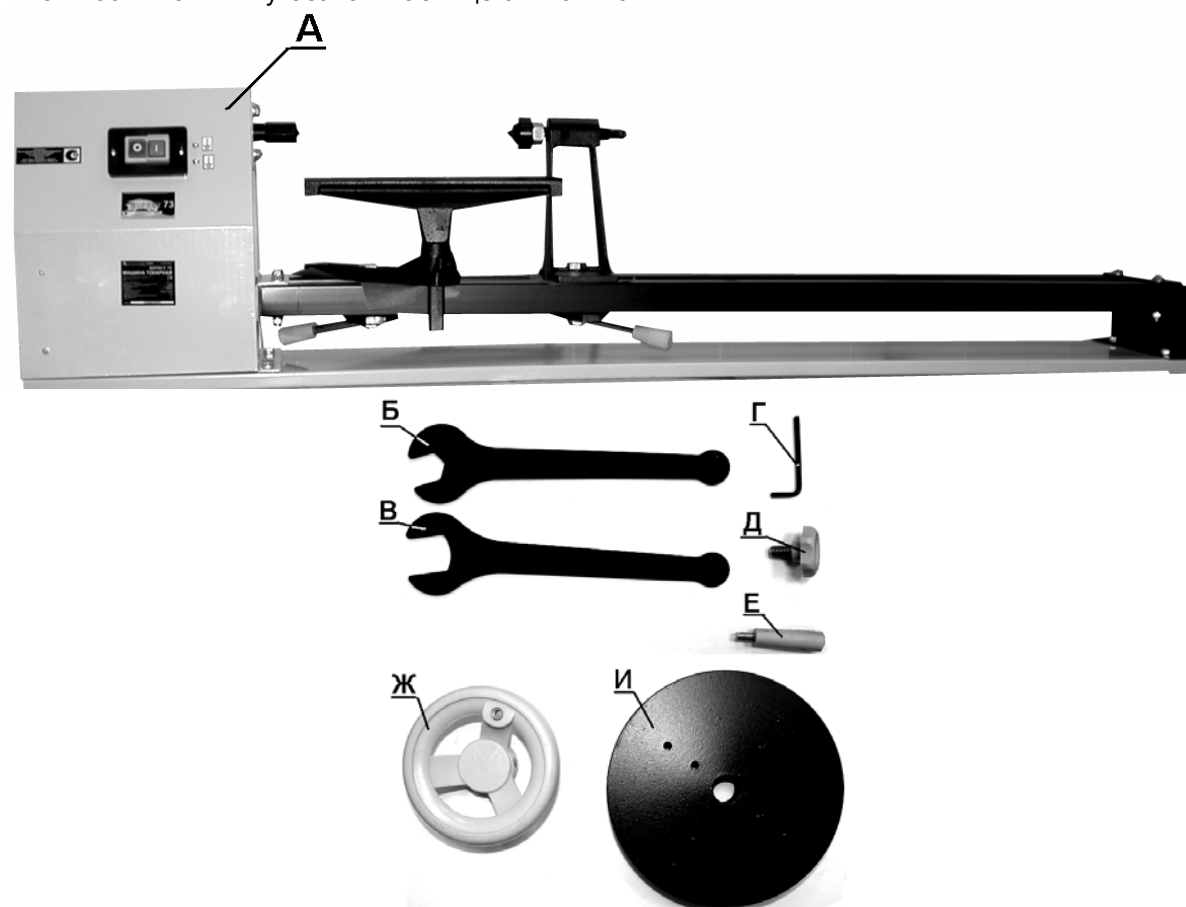
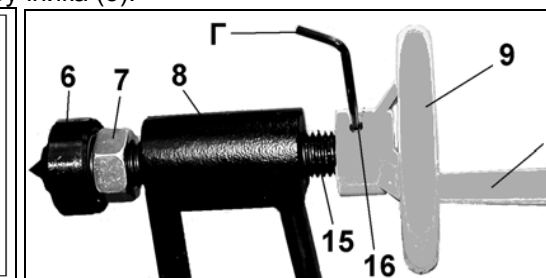

Рис.1.
Рис.4.
- 6.1. Комплектность машины указана в таблице 3 и на Рис.1.
8.3. Как показано на Рис.4, ручку (Е) вкрутите в резьбовое отверстие маховика (9). Установите маховик (9) на пиноль (15) и закрепите винтом (16), используя шестигранный ключ (Г), Рис.1,4.